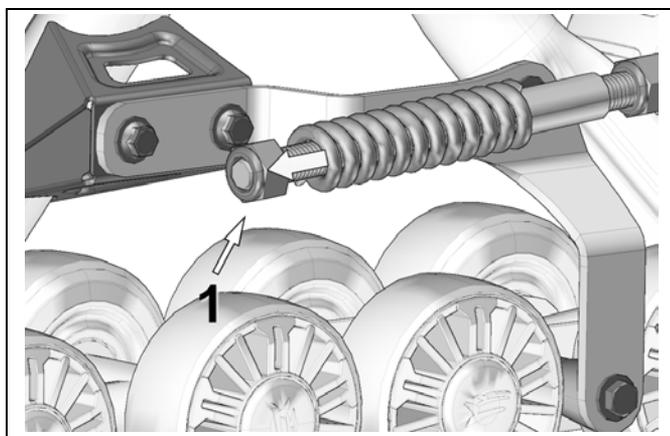

Abbildung 10
- Mutter (1), die die Feder der Stabilisierungsstange zusammendrückt, lösen. Siehe Abbildung 10.